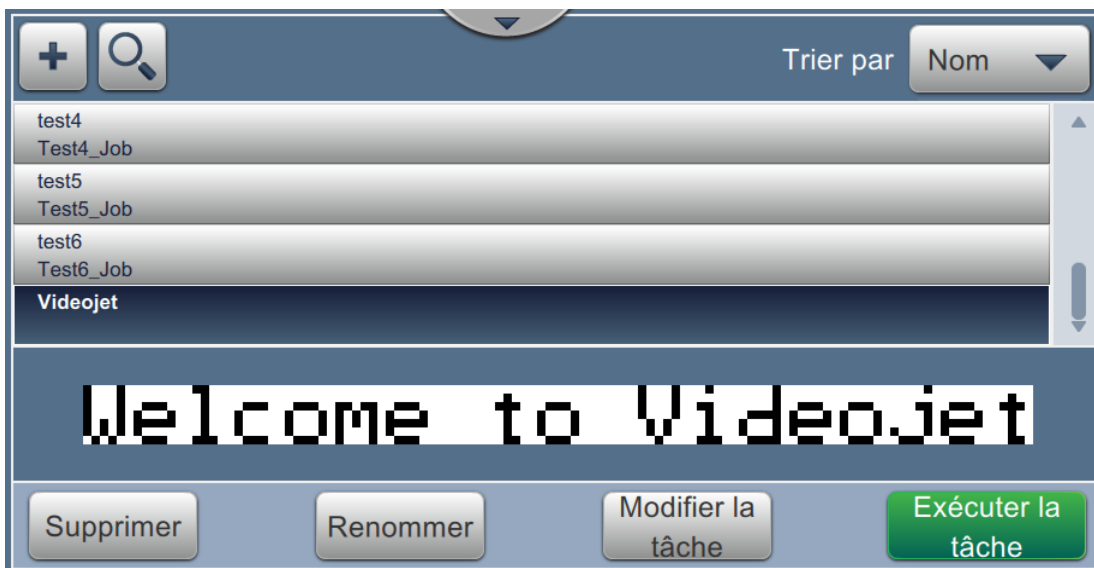

Figure 4-3 : Sélection des tâches
4. L'utilisateur se connecte au niveau sélectionné, qui s'affiche dans la barre en haut de l'écran (voir Figure 4-3).
2. Sélectionnez la tâche souhaitée dans la liste et appuyez sur le bouton  comme illustré dans la Figure 4-3. Un aperçu de la tâche s'affiche à l'écran.